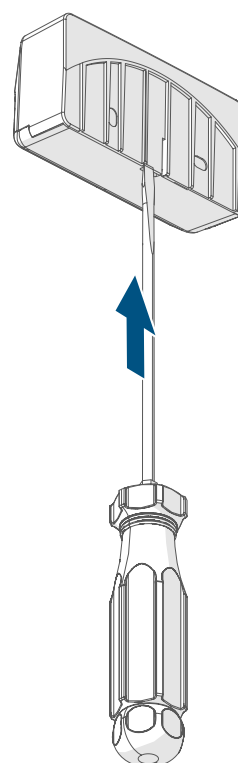

Figure 2
- Poussez légèrement vers l'arrière (si nécessaire avec un tournevis plat) la patte située à l'arrière du support mural (A) afin de dégager le module électronique (C) du support mural (*→ voir figure 2*).
- Poussez légèrement vers l'arrière (si nécessaire avec un tournevis plat) la patte située à l'arrière du support mural (A) afin de dégager le module électronique (C) du support mural (→voir figure 2).
- Retirez la pile vide du compartiment à piles (D).
- Réinsérez la pile en respectant les repères de polarité et maintenez la touche système (E) enfoncée pendant 4 secondes jusqu'à ce que la LED de l'appareil (E) commence à clignoter rapidement en orange.